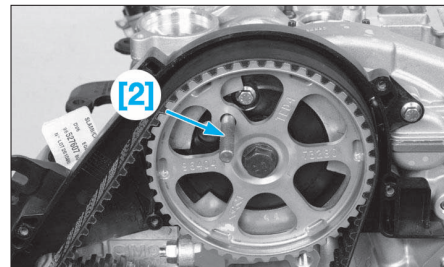

FIG. 4
- Poser l'outil [2] sur la poulie d'arbre à cames (Fig.4).
- Piger la roue dentée d'arbre à cames (Fig.4).